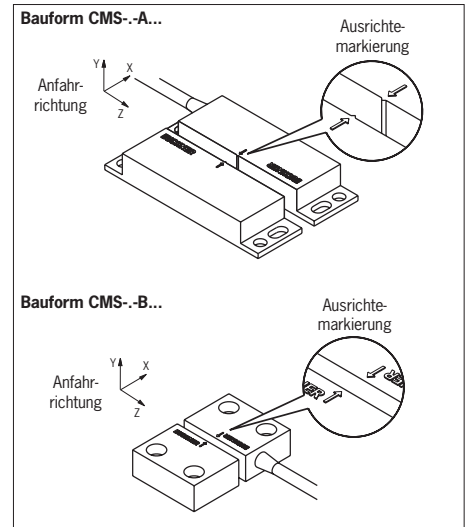

Bild 1: Ausrichtung Lesekopf und Betätiger
Die Einbaulage von Lesekopf und Betätiger ist beliebig. Ausrichtung von Lesekopf zu Betätiger beachten (siehe Bild 1).
- ▶ die aktiven Flächen von Lesekopf und Betätiger bei geschlossener Schutzeinrichtung deckungsgleich gegenüber liegen (siehe Bild 1)
- ▶ Bei geringer Anfahrungsrichtung zwischen Lesekopf und Betätiger sollte die Anfahrungsrichtung **Z** (siehe Bild 1) vermieden werden.